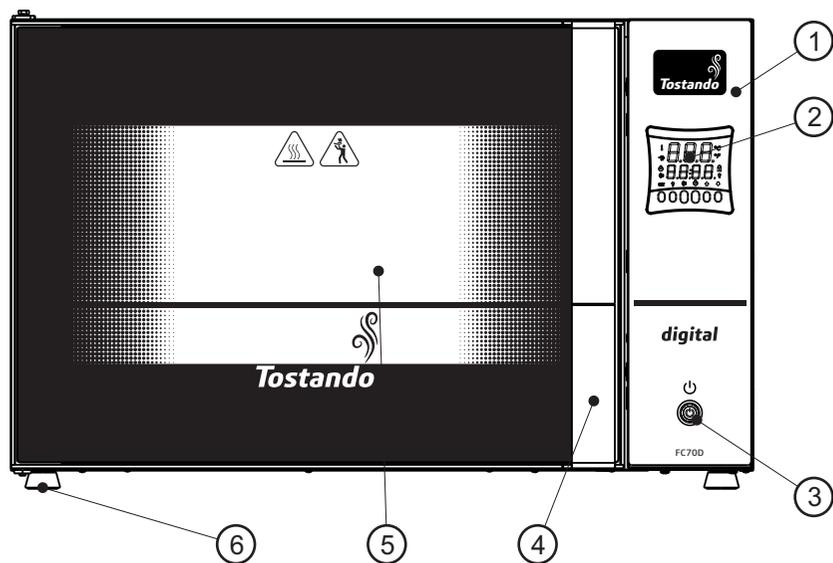

Figura 1
Ligue o Forno utilizando o **Interruptor LIGA (I) / DESLIGA (O)** (item 3 – figura 1). Neste momento o controlador acenderá o display.